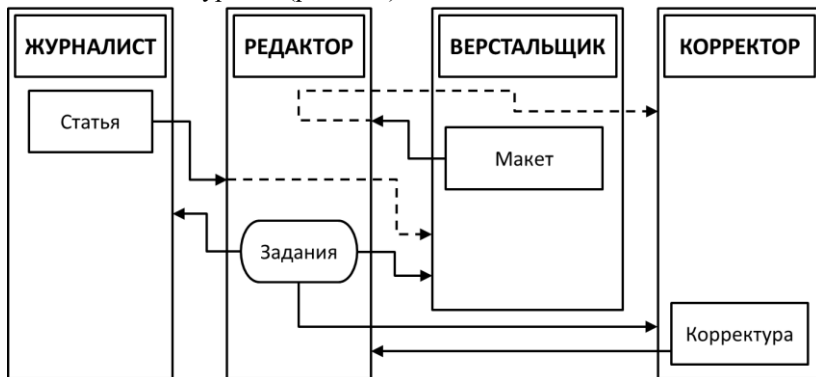

Рис. 207
2. Редакция журнала (рис. 207)